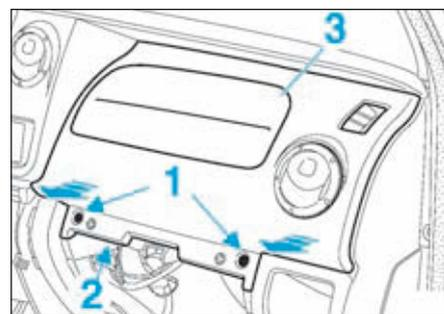

FIG.3
- Déposer les vis de fixation (1) et (2) (Fig.3).
- Déposer l'ensemble garniture/airbag frontal passager (3).